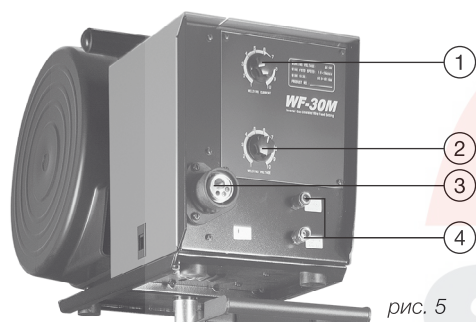
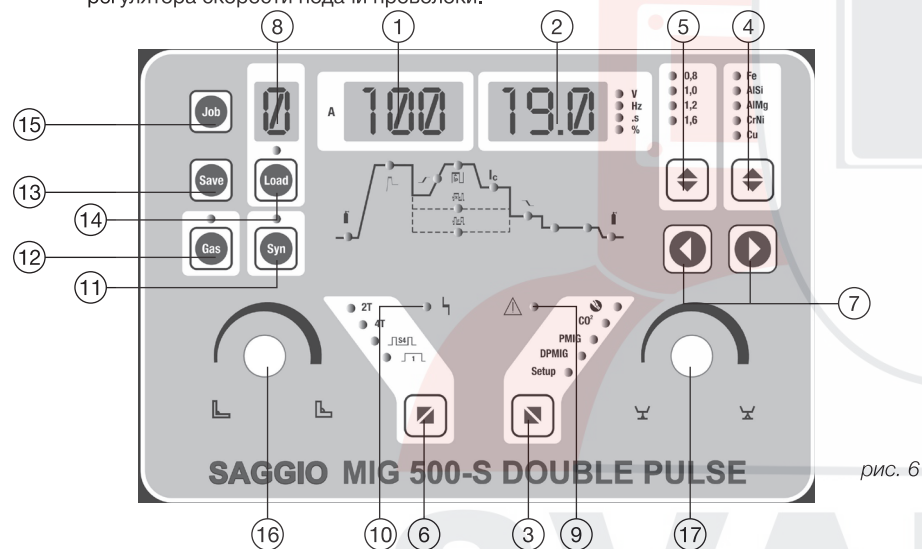

рис. 5
рис. 6
1. Для начала нажмите клавишу №3 (рис.6) для выбора вида сварочного процесса "CO₂".
- Нажмите клавишу №11 (рис.6) «SYN»
- Основным регулятором скорости подачи (расположен на механизме подачи рис. 5) необходимо выставить значение на цифровом дисплее №1 (рис. 6) 100A.
- Основным регулятором сварочного напряжения (расположен на механизме подачи рис. 5) необходимо выставить значение на цифровом дисплее №2 (рис. 6) 19V, как представлено на рисунке ниже.
3. Выберите диаметр сварочной проволоки с помощью клавиши №5 (рис.6): 0,8/1,0/1,2/1,6
4. Выберите режим управления процессом, нажав клавишу №6 (рис.6): 2T, 4T.
5. Далее настраиваем параметры циклограммы с помощью клавишей №7 и регулятора №17 (рис. 6): индуктивность, предварительная и заключительная продувка газа, напряжение и время растяжки дуги.
- При выборе режима 4T активируются параметры: Ток "заварки кратера" и напряжение "заварки кратера", которые настраиваются с помощью регуляторов №16 и №17 (рис. 6).
6. Отрегулируйте расход газа с помощью клавиши №12 (рис.6), предварительно подсоединив газовый шланг аппарата с регулятором давления газового баллона.
1. Нажмите клавишу №3 (рис. 6) для выбора вида сварочного процесса "PMIG".
3. Выберите тип материала с помощью клавиши №4 (рис. 6): углеродистая сталь(Fe), алюминий-кремниевый сплав (AlSi), алюминий-магний-магний сплав (AlMg), нержавеющая сталь (CrNi), медный сплав (CuSi₃).
4. Затем выберите диаметр сварочной проволоки, нажав клавишу №5 (рис. 6): 0,8/1,0/1,2/1,6
5. Выберите режим управления процессом, нажав клавишу №6 (рис. 6): 2T, 4T, Special 4T
6. Далее настраиваем параметры циклограммы с помощью клавишей №7 и регулятора №17 (рис. 6): индуктивность, предварительная и заключительная продувка газа, напряжение и время растяжки дуги.
При выборе режима 4T активируются следующие параметры: Ток "заварки кратера" и напряжение "заварки кратера", которые настраиваются с помощью регуляторов №16 и №17 (рис. 6).
При выборе режима Special 4T активируются параметры: ток и напряжение "Hot start", ток и напряжение "заварки кратера", которые настраиваются также с помощью регуляторов №16 и №17 (рис. 6).
7. Отрегулируйте расход газа с помощью клавиши №12 (рис.6), предварительно подсоединив газовый шланг аппарата с регулятором давления газового баллона.
1. Нажмите клавишу №3 (рис. 6) для выбора вида сварочного процесса "DPMIG".
6. Далее настраиваем параметры циклограммы с помощью клавишей №7 и регулятора №16 и №17 (рис. 6): индуктивность, предварительная и заключительная продувка газа, ток, частота и время второго импульса, напряжение и время растяжки дуги.
1. Нажмите клавишу "Job" №15 (рис. 6) и выберите номер ячейки для сохранения настроенного процесса сварки, повторными нажатиями на клавишу.
2. Далее нажмите клавишу "Save" №13 (рис. 6).
- Нажмите клавишу "Load" №14 (рис. 6).